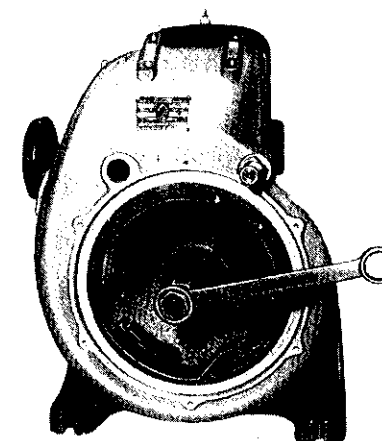

Bild 36. Schwungmagnet abziehen
7. Schwungmagnet abziehen (Bild 36).